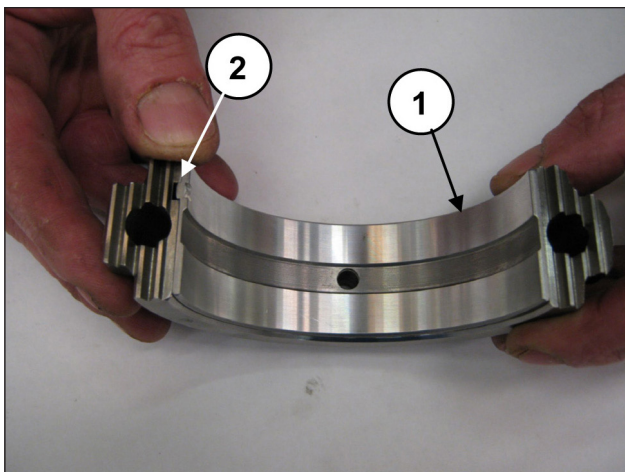

Fig. 67
Applicare i semicuscinetti inferiori ai cappelli (pos. ①, Fig. 67) assicurandosi che la linguetta di riferimento dei semicuscinetti venga posizionata nell'apposito alloggiamento sul cappello (pos. ②, Fig. 67).